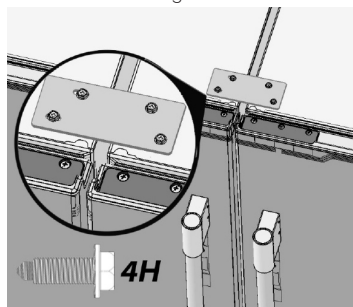

Fig. 16
17. Fije la barra de sujeción superior 1H (Fig. 16), manteniendo aflojados los 2 pernos 4H izquierdos.